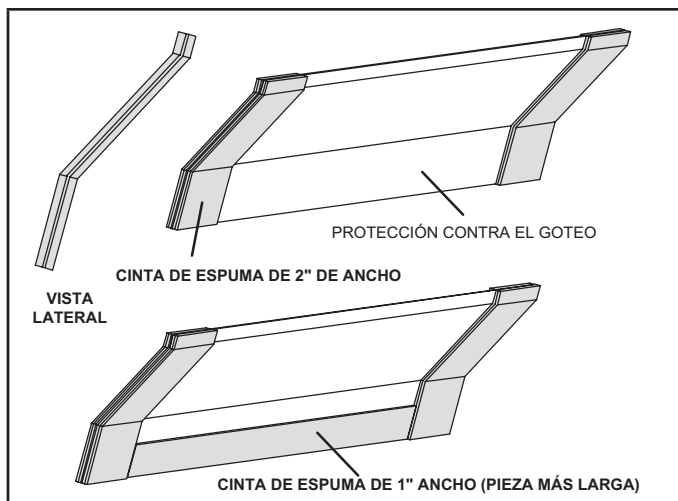

FIGURA 14. Aplicación de la cinta de espuma en el protector contra el goteo
- 4 - Quite los tornillos de la tapa superior. Quite el tornillo del protector contra el goteo horizontal en el centro del sello del extremo posterior del serpentín, como se muestra en la figura 14 de la página 26.
- 4 - La cinta de espuma que se brinda crea un sello entre el protector contra el goteo y el serpentín para que no se filtre agua en la corriente de aire. Las piezas de cinta de espuma ya están cortadas a medida. Aplique la cinta en los protectores como se ilustra en la figura 14 de la siguiente manera: